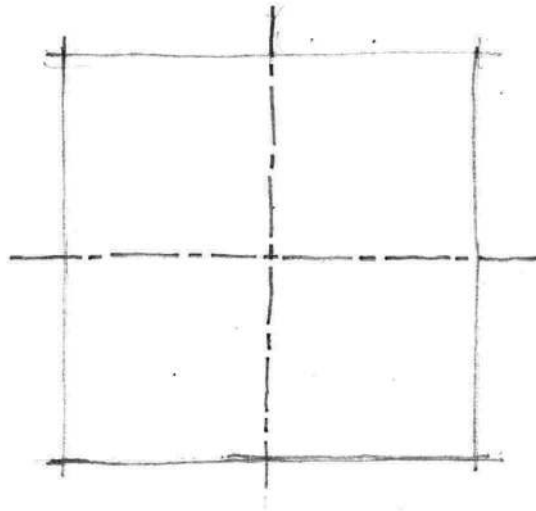

Figura 14. Trazado de circunferencia grande paso 1
Paso 1: Se dibuja el cuadrado que va a contener la circunferencia y sus ejes principales como se muestra en Figura 14